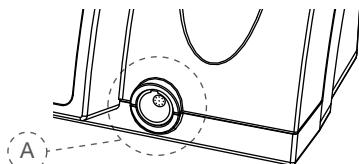

Fig. 2 Vedere frontală a racordului
5. Conectați ștecarul cablului micromotorului la priza de racordare (fig. 2, A) de pe partea frontală a unității de comandă.
Priza de racordare (fig. 2, A) este un conector tip mamă. Orientați în sus punctul roșu de pe conectorul tată astfel încât să se potrivească cu ghidajul prizei de racordare. Nu înșurubați conectorul tată în priză. Pentru scoaterea din priză, trageți de capătul metalic al cablului. Nu încercați să scoateți conectorul prin deșurubare.